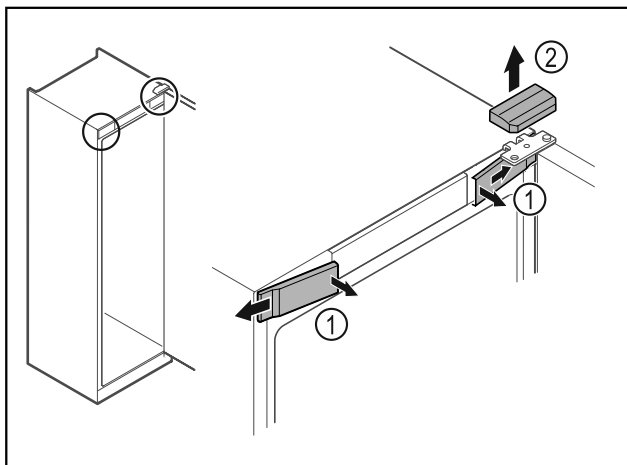

Fig. 11
- ▶ Haakige eesmised katted Fig. 11 (1) seest lahti ja võtke küljele maha.
- ▶ Võtke ülemine kate Fig. 11 (2) ülespoole maha.